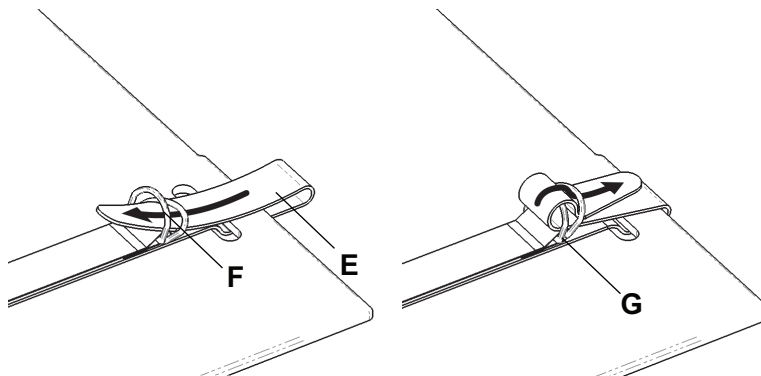
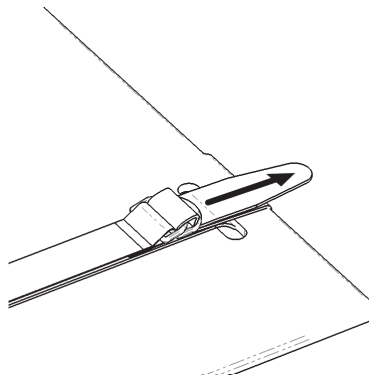

Abbildung 3 – Zuggurt
Abbildung 4 – Am Zuggurt ziehen
9. Den Zuggurt (E) durch die D-Ringe (F) stecken (Abbildung 3).
10. Den Zuggurt zwischen den D-Ringen (G) durchziehen (Abbildung 3). So lange am Zuggurt ziehen, bis er fest ist (Abbildung 4).